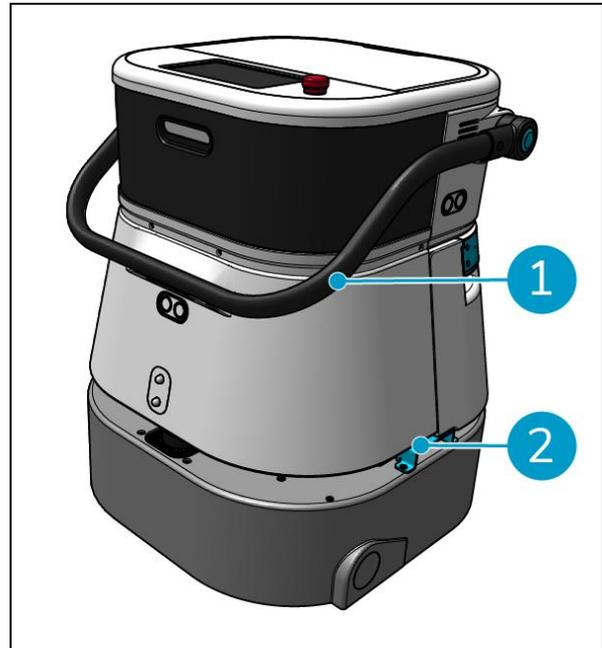

Figura 9
2. Mueva el cobotic 45 hasta su destino utilizando el asa (Figura 9, pos. 1), o el asa de transporte de ambos lados (Figura 9, pos. 2).
2. Lleve el co-botic 45 a su destino, utilizando el asa de transporte de ambos lados (Figura 9, pos. 2).
2. Suba el co-botic 45 a su vehículo utilizando las asas de transporte (Figura 9, pos. 2).